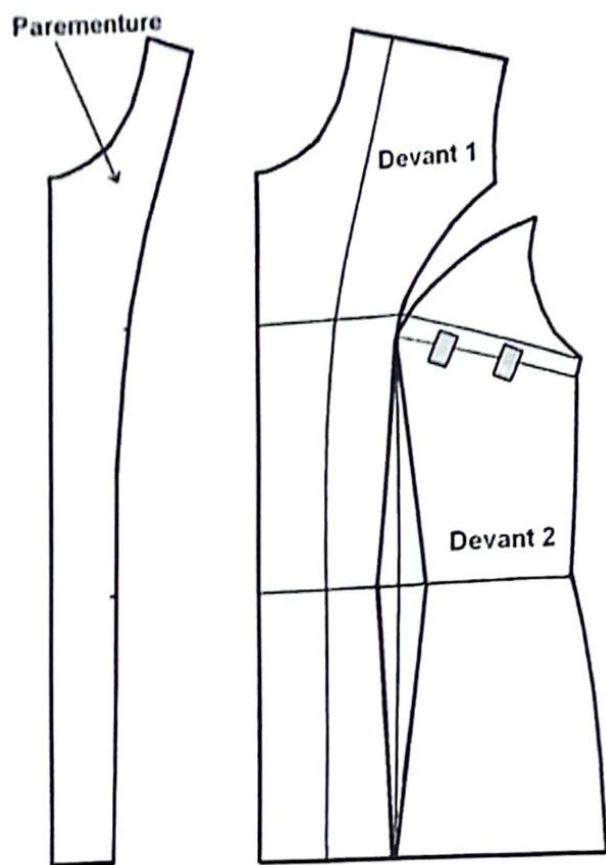

FIG. 2
- Relevez l'empreinte de la parementure, découpez la découpe emmanchure, séparez les 2 pièces du devant et fermez la pince de poitrine sur le côté (fig.2 et 3).